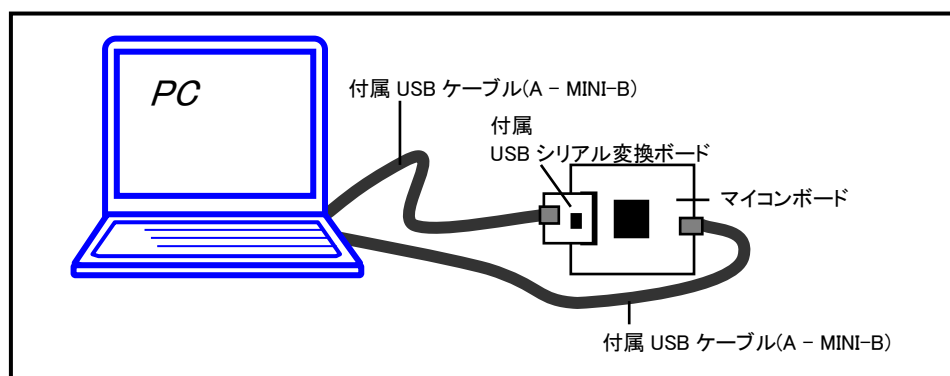

図 3-2 接続設定図
- ②付属の USB-ADAPTER と USB ケーブル(A - MINI-B)を接続してください。
③②で準備した USB ケーブル(A - MINI-B)を PC と接続してください。
④②で準備した USB-ADAPTER をマイコンボードの J14(20pin コネクタ)に接続してください。
⑤②で準備した USB ケーブル(A - MINI-B)とは別の USB ケーブル(A - MINI-B)をマイコンボードの J12、PC と接続してください。
⑥DC 電源(2P)より 5V 電源を投入してください。
※②～⑤の接続設定については「図 3-2 接続設定図」をご参照下さい